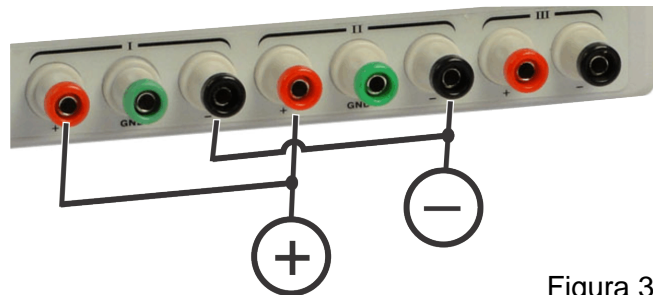

Figura 3
- c. Os bornes de saída serão configurados conforme a figura 3 automaticamente: